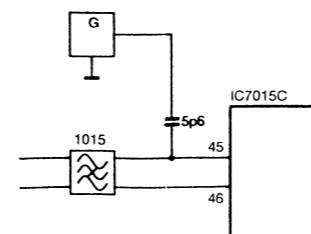

Fig. 1
Collegare un generatore di segnali (p.e. PM5326) come indicato nella Fig. 1 e regolare la sua frequenza a 38,9 MHz (PAL I: 39,5 MHz). Collegare un voltmetro sul perno 44 dell'IC7015:C e regolare la tensione con 5040 a 3,5V (CC).